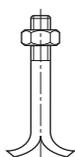

Fig. 9 : Vis d'ancrage
- Accrocher les vis d'ancrage (voir fig. 9) dans les perçages prévus à cet effet.